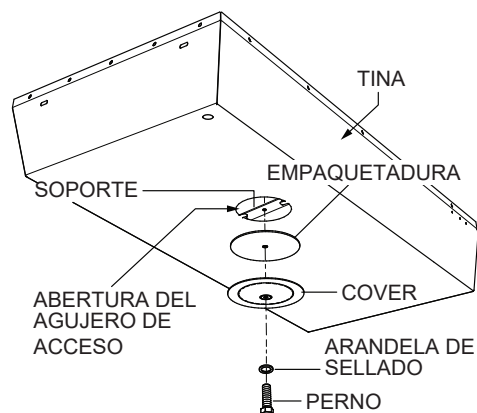

Figura 27. Retirada de la cubierta de acceso de la tina
2. Para drenar el aceite de motor se debe quitar la cubierta de acceso de la tina (Figura 27).